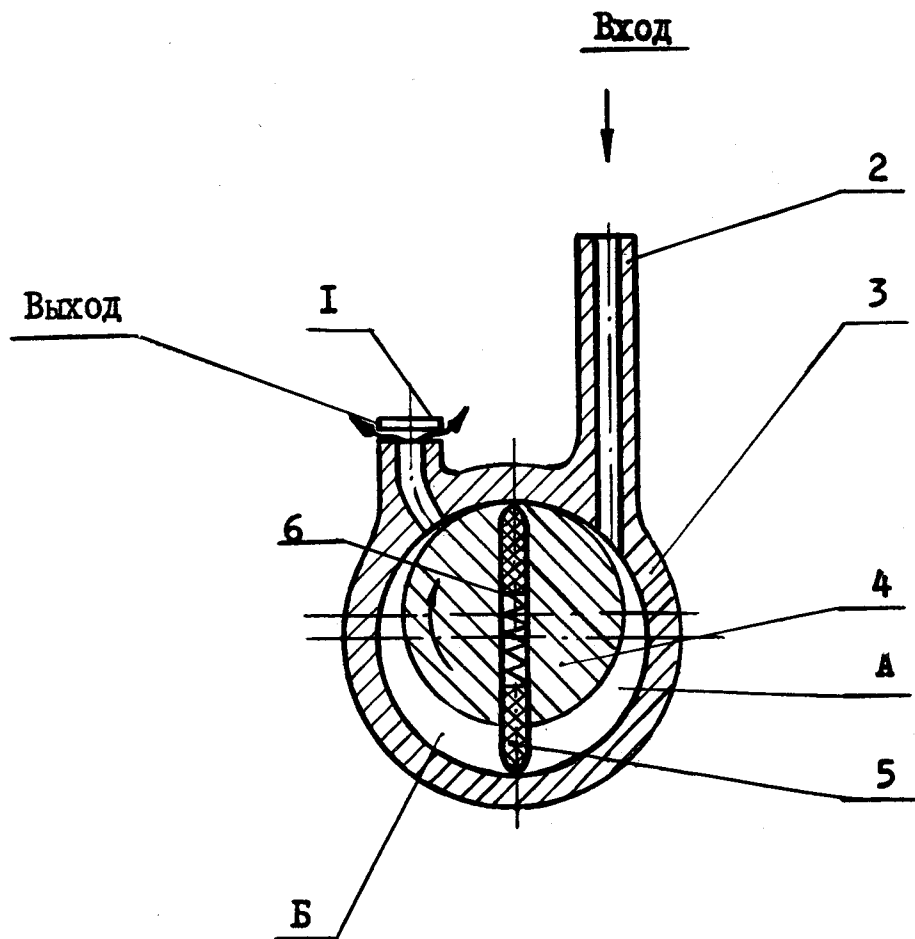

Рис. 1. Схема насоса:
4.1. Процесс откачки в пластинчато-роторных насосах основан на механическом всасывании и выталкивании газа вследствие периодического изменения объема рабочей камеры, образуемой цилиндром и движущимися частями насоса — ротором и пластинами. В цилиндре 3 (рис. 1) вращается в направлении, указанном стрелкой, эксцентрично